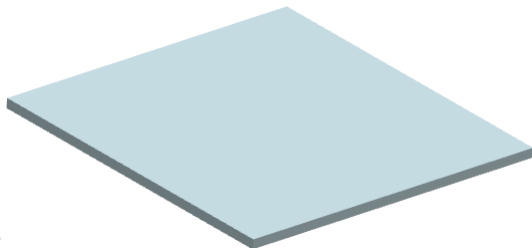

图 4-37 创建基本突出块特征
(2) 采用默认拉伸方向和厚度，在对话框上单击按钮创建基本突出块特征，如图 4-37 所示。